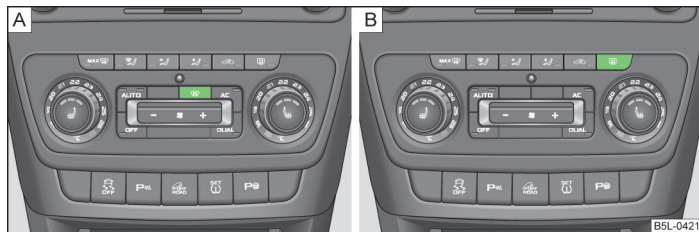

Fig. 35 Interruttore riscaldamento parabrezza / interruttore lunotto termico
► Il riscaldamento parabrezza si attiva/disattiva premendo l'interruttore indicato con il simbolo  » fig. 35 - A, la spia di controllo nell'interruttore si accenderà o si spegnerà.
► Il riscaldamento del lunotto si attiva/disattiva premendo l'interruttore indicato con il simbolo  » fig. 35 - B, la spia di controllo nell'interruttore si accenderà o si spegnerà.